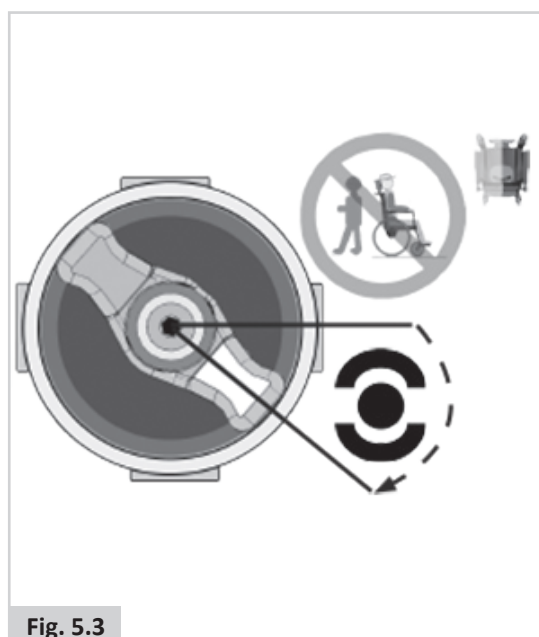
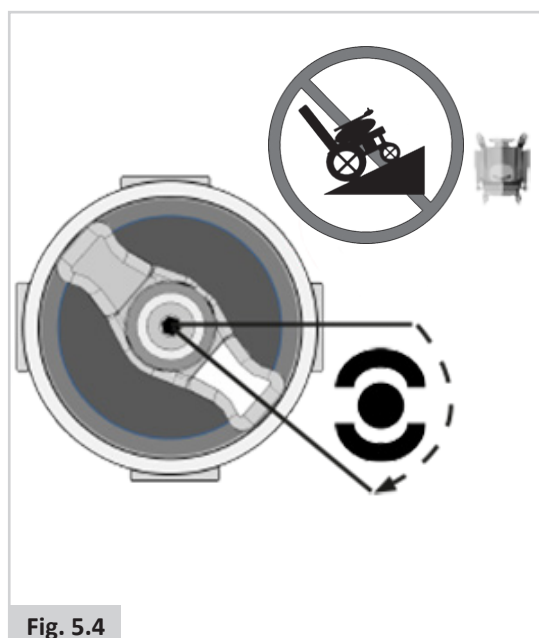

Fig. 5.3
Fig. 5.4
2. Disinnesto dei motori (ruote sbloccate). (Fig. 5.3 - Fig. 5.4).